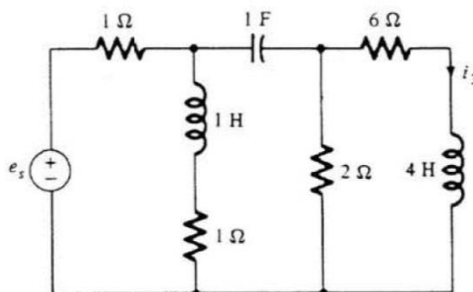

Figura P415
5. Para el circuito de la Figura P4: